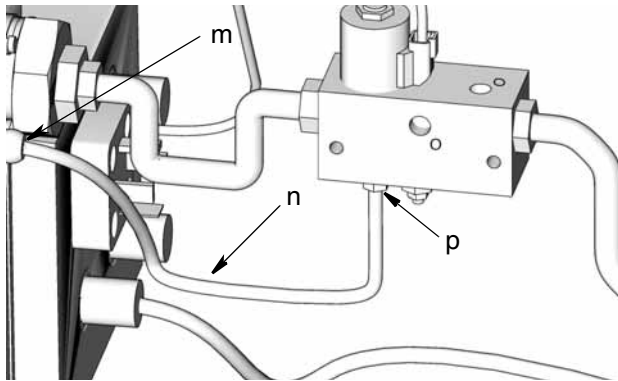

ABB. 9
12. Installieren Sie das Entlüftungsrohr (n) zwischen der Entlüftungsöffnung (p) und dem Anschlussstutzen (m) (ABB. 9).